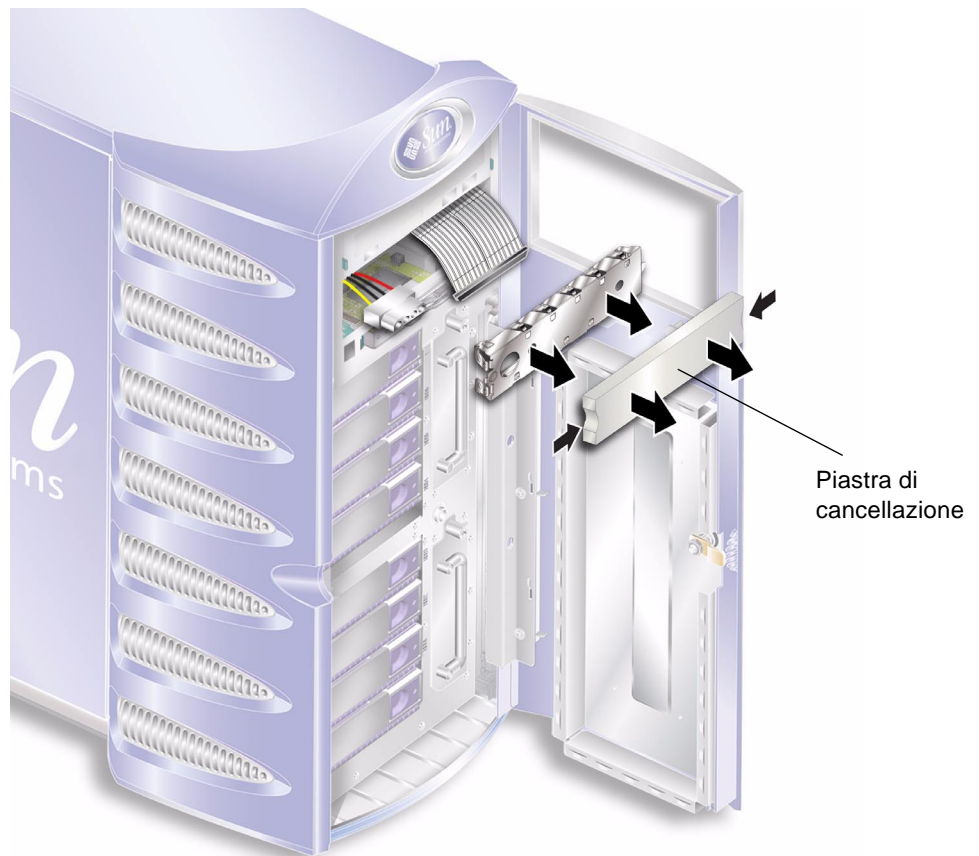

FIGURA 1-27 Rimozione della piastra di cancellazione dell'unità nastro
4. Rimuovere la piastra di cancellazione. Vedere la FIGURA 1-27.